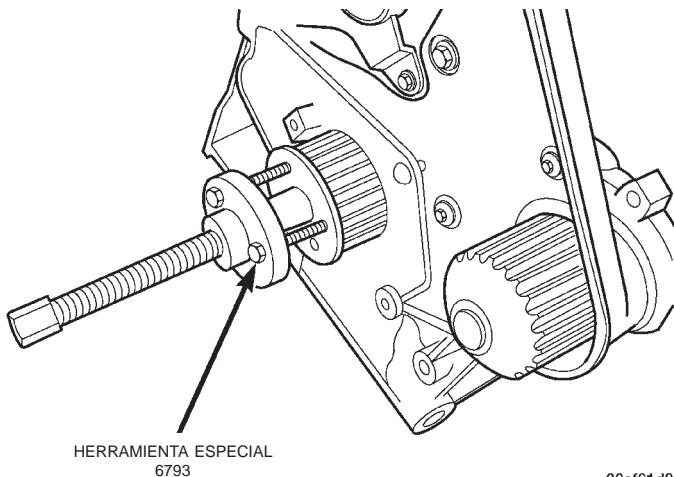

Fig. 66 Rueda dentada del cigüeñal—Desmontaje
(3) Retire la rueda dentada del cigüeñal con la Herramienta especial 6793 y el encastre C- 4685-C2 (Fig. 66).